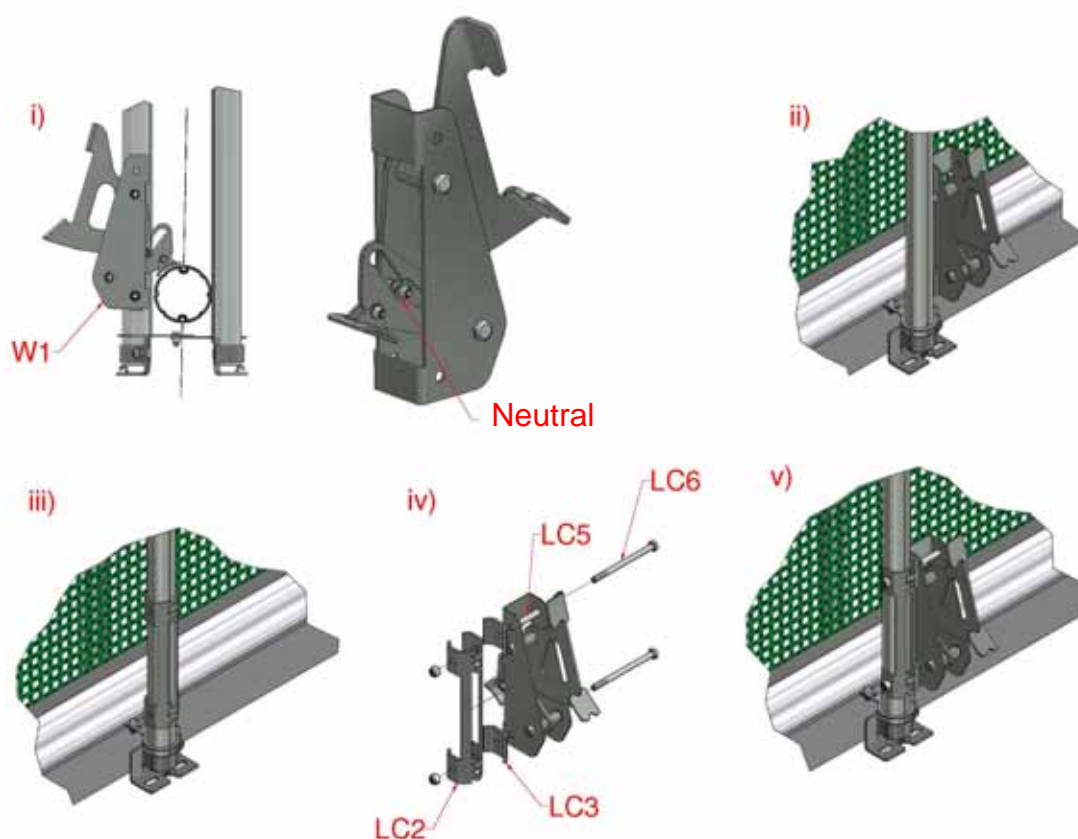

Abbildung 28: Mittlere Sperrklinken
- a) Während sich die Klinke in der Neutralstellung befindet, wie in Abbildung 28(i) gezeigt (also die Rolle in der mittleren Rastposition auf der Schiene), Klinke gegen das äußere Führungsrohr halten, so dass der Schuh am unteren Rollrohr anliegt, und Positionen der Montagelöcher auf dem Rohr markieren, siehe Abbildung 28(ii).
- b) Die beiden Klemmbleche um das Führungsrohr legen, so dass die Eingriffsfinger in der äußeren Rille des Rohrs sitzen, siehe Abbildung 28(iii). Montagelöcher auf die unter Punkt 5(a) angebrachten Markierungen ausrichten. Klemmbleche als Bohrschablone verwenden und von beiden Seiten aus durchgängiges Loch für M10-Schraube bohren.
- c) Klinke mit Schrauben M10x140mm lang am Rohr befestigen. Dabei Abstandsrohre innerhalb der Klinke und Abstandsbleche zwischen Klinke und Klemmblechen einsetzen, siehe Abbildung 28(iv).